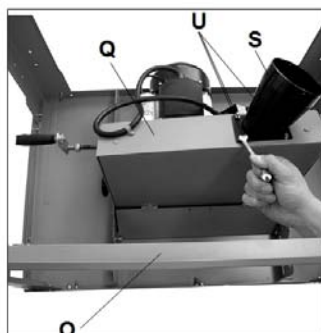

Рис. 6
Прикрепите штуцер к нижней части ящика для сбора опилок (Q) четырьмя болтами (U). Рис. 6